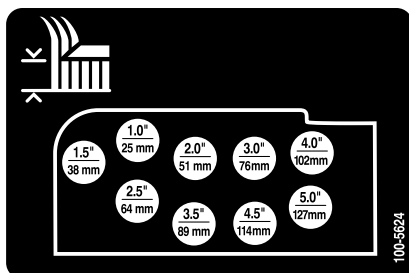

Figura 20
- Monte as correntes da altura de corte no orifício da altura de corte desejada com o contrapino e pino de segurança (Figura 20).